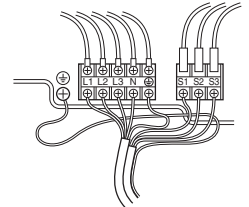

Fig. 7-2
7.1. Außenanlage (Fig. 7-1, Fig. 7-2)
- Die Kabel gemäß der Fig. 7-1 und der Fig. 7-2 verdrahten.